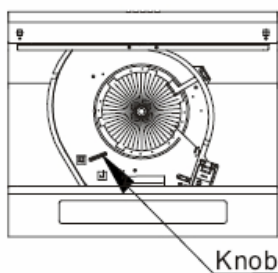

рис.6.1
Для переключения работы вытяжки в нужный режим необходимо выполнить следующие действия (см. рис.6.1):
- снимите угольный фильтр. Вы увидите переключатель-рычажок (Knob) см. рис.6.1